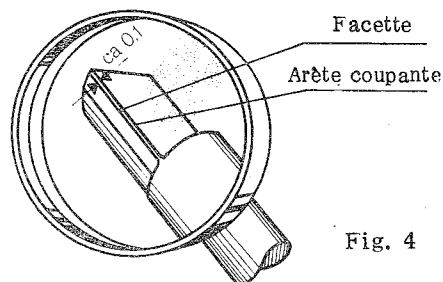

Fig. 4
1. Colerette graduée du tambour horizontal articulé T4, et bras orientable placés au repère zéro, serrer la manette de blocage K3, placer la division du tambour T2 à zéro et bloquer le tout à l'aide du levier K2 (fig.4).